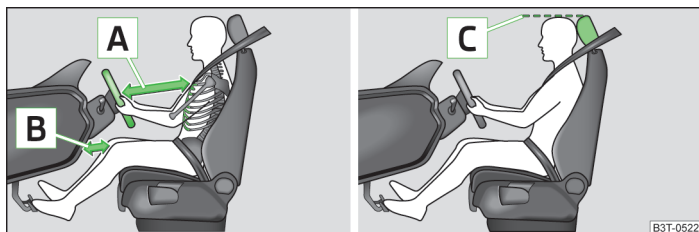

Fig. 134 Posizione corretta del conducente/Regolazione corretta del poggiatesta
- Impostare lo sterzo in maniera tale che la distanza tra sterzo e terzo sia pari ad almeno 25 cm [A] » fig. 134 e la distanza delle gambe dalla plancia nel settore dell'airbag delle ginocchia sia pari ad almeno 10 cm [B].
- Regolare il poggiatesta in modo che il bordo superiore del poggiatesta si trovi all'incirca alla stessa altezza della parte superiore del proprio capo [C] » fig. 134 a pagina 164.
- Regolare il poggiatesta in modo che il bordo superiore del poggiatesta si trovi all'incirca alla stessa altezza della parte superiore del proprio capo  » fig. 134 a pagina 164